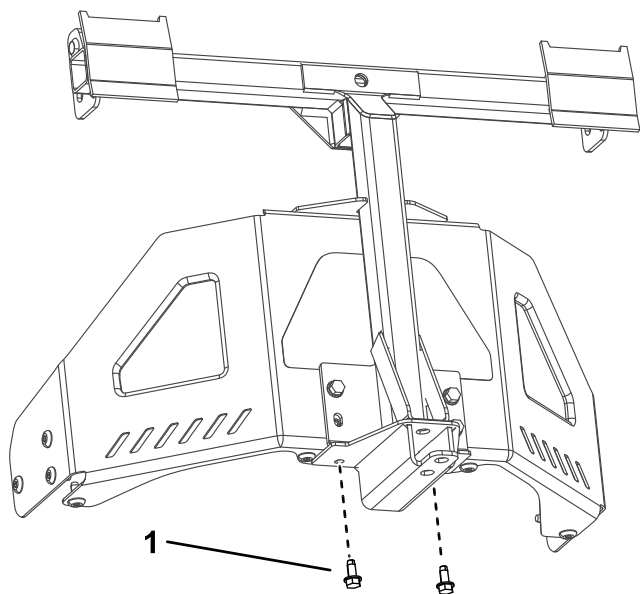

Figura 7
- Assicurate il telaio del perno alla parte inferiore del telaio della macchina utilizzando 2 viti autofilettanti (5/16" x 3/4"), come illustrato nella Figura 7.